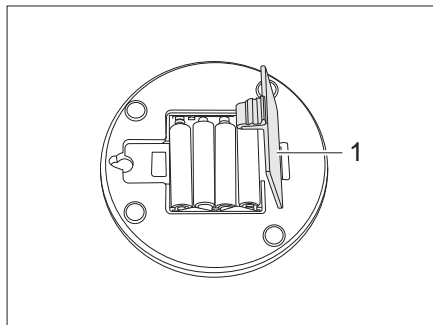

Fig. 283 Lampe dans le toit relevable
- Ouvrir le compartiment à piles (Fig. 283,1) et retirer les piles.
- Placer de nouvelles piles et refermer le compartiment à piles (Fig. 283,1).